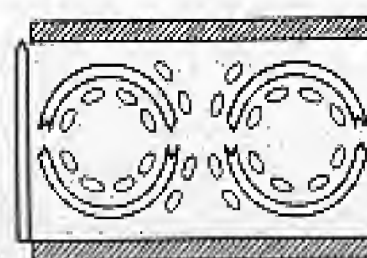

Fig. 7. - Mouvement tourbillonnaire.
- Pour $V > 5$ V (environ 7 volts), l'effet principal réside dans l'apparition au sein du matériau d'un mouvement tourbillonnaire cellulaire et il se met à diffuser de la lumière dans tous les sens (voir fig. 7).